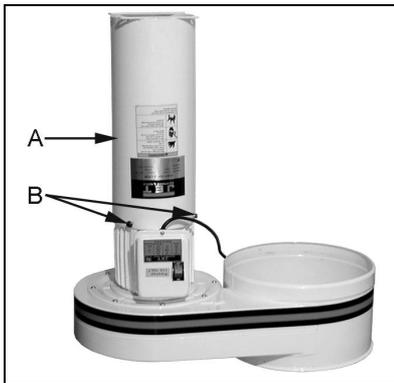

Fig 2
Befestigen Sie den Zylinder (A, Fig 2) mit 3 Schrauben und Scheiben (B) am Motorgehäuse.